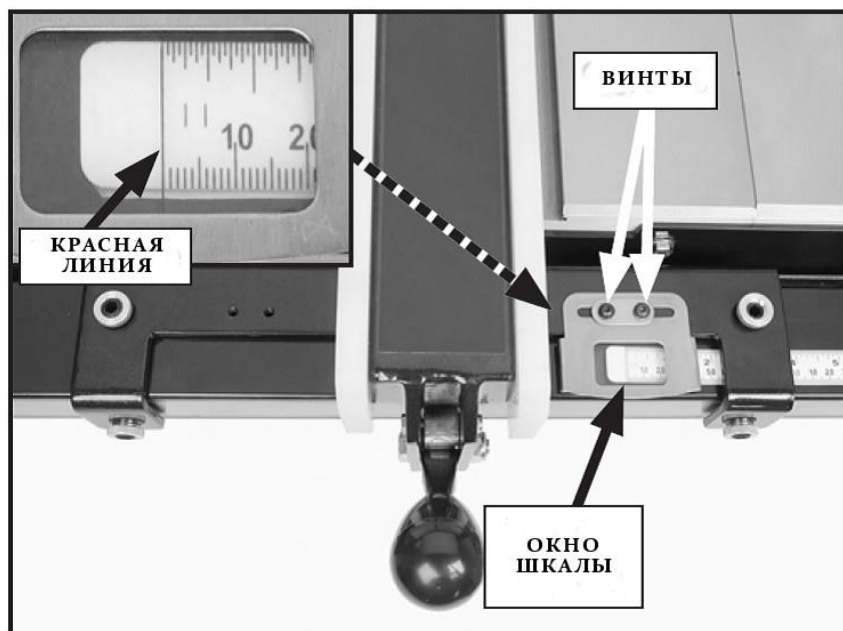

Рис. 13. Выравнивание ленты направляющей с указателем шкалы
D. Установка шкалы параллельного упора (см. рис. 13).